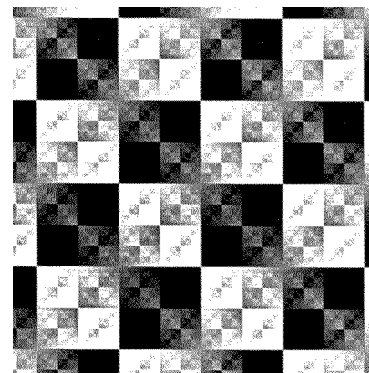

Рисунок 2 Тест-лист по диагностическому коду [1 - 1]
- Почистите полированную предфьюзерную направляющую (Рисунок 2). Эта направляющая находится под модулем фьюзера. Проверьте, что эта направляющая гладкая и не имеет заусенцев. Небольшая зазубрина может привести к локальному размытию изображения, поскольку транспортируемая бумага ударяется о нее и подсаживает. При обнаружении зазубрин и заусенцев постарайтесь удалить их напильником или мелкой шкуркой.
- Почистите коротрон переноса/отделения, для чего выполните следующее (Рисунок 2).
- Протрите проволоку коротрона отделения хлопчатобумажным тампоном, смоченным растворителем пленки или растворителем общего назначения (Рисунок 2).
- Проверьте, не осталось ли на коротроне ворсинок от тампона (Рисунок 2).
- Почистите коротрон отделения сухой кистью (Рисунок 2).
- Протрите все контакты коротрона переноса/отделения на переднем торце коротрона безворсовой тканью (Рисунок 2).